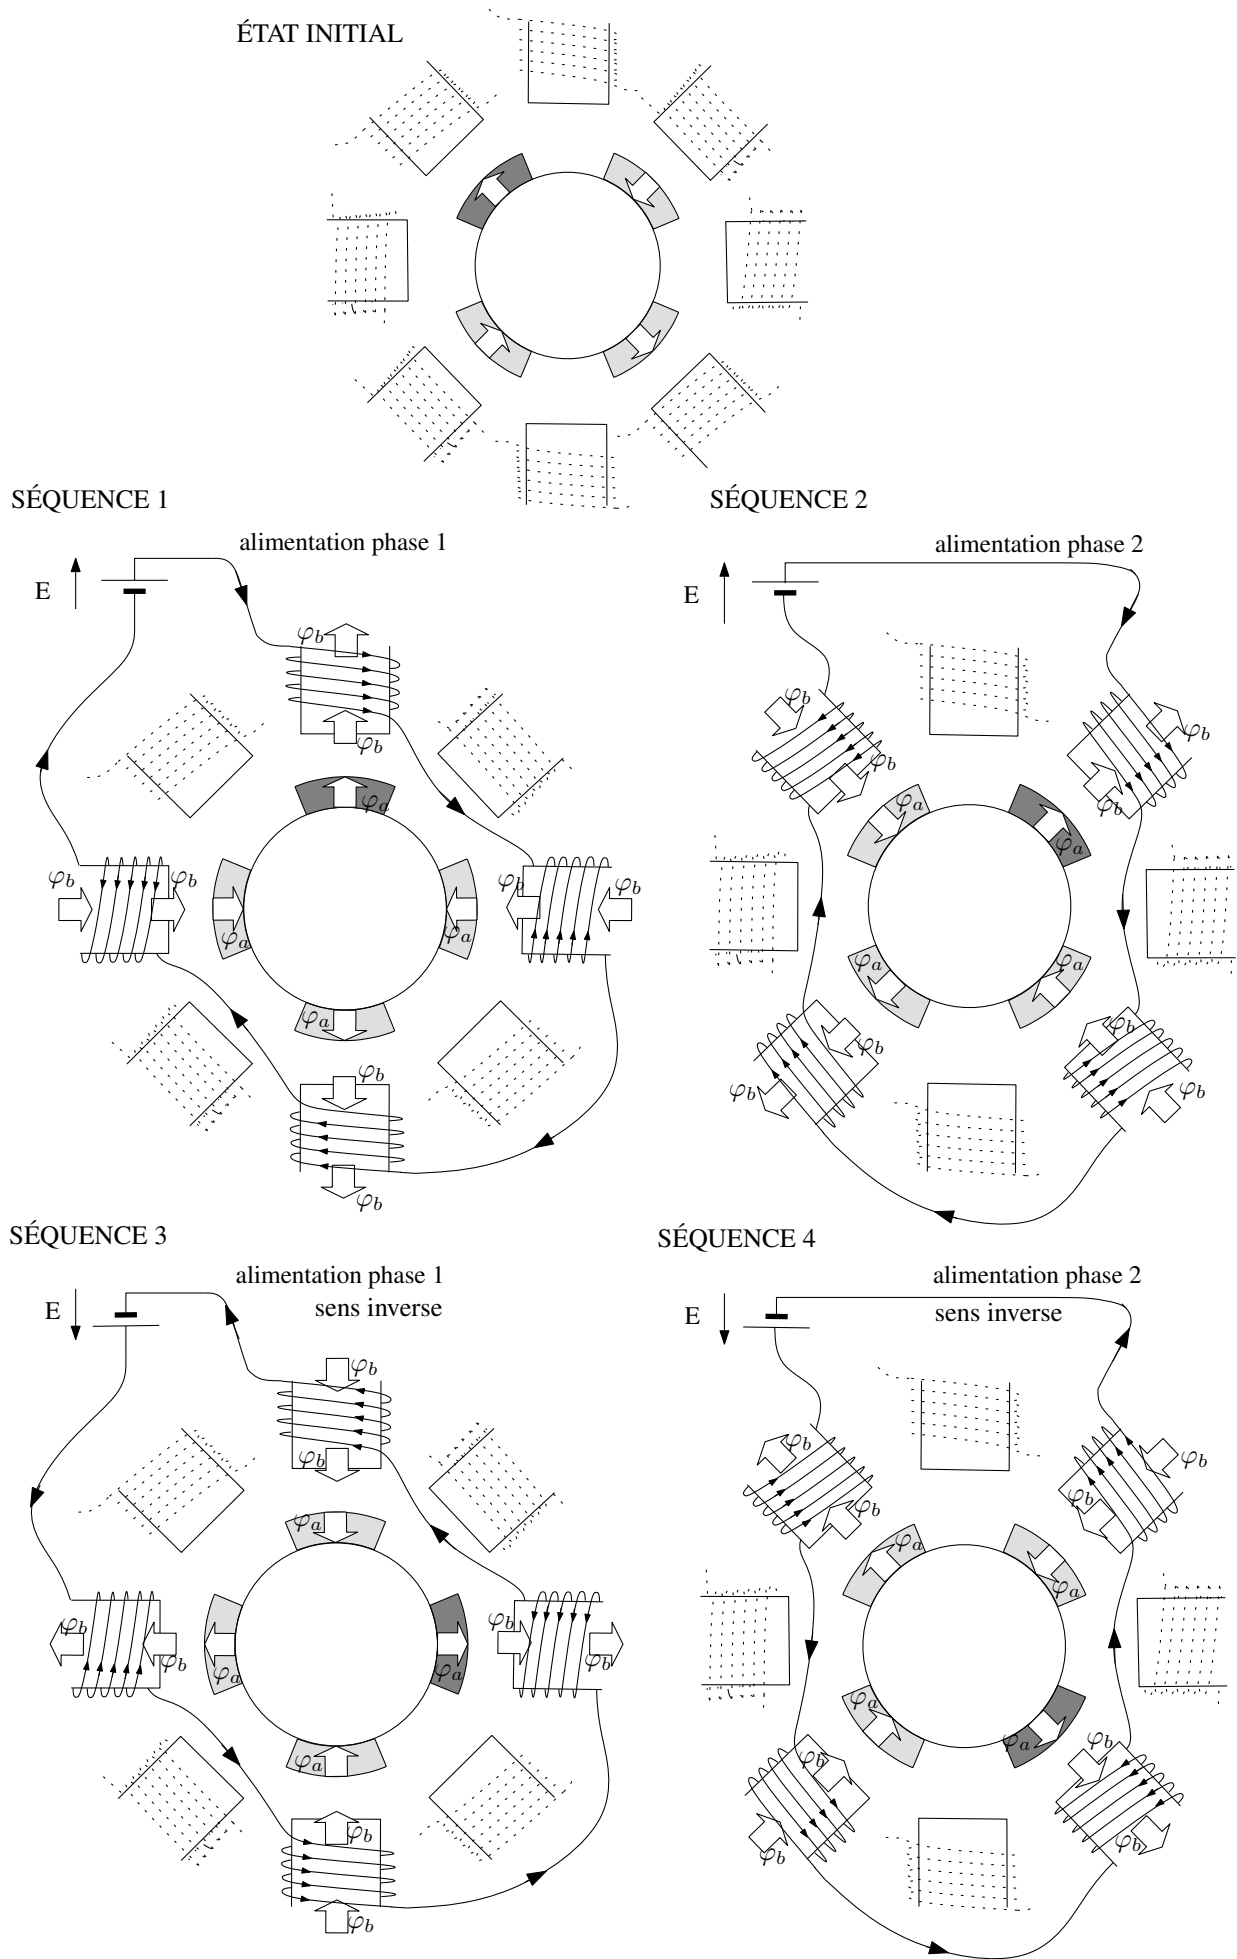

FIG. 6 – Moteur à 8 pas.
La figure 6 représente un moteur à 8 pas et la rotation de son rotor en fonction des quatres séquences élémentaires d'alimentation.
**QUESTION 3 :** Depuis la position initiale, repérer sur la figure 6 quel est l'angle de rotation en radians effectuée après la succession des quatres séquences d'alimentation? Que proposez-vous pour effectuer une rotation de  $2.\pi$ ?